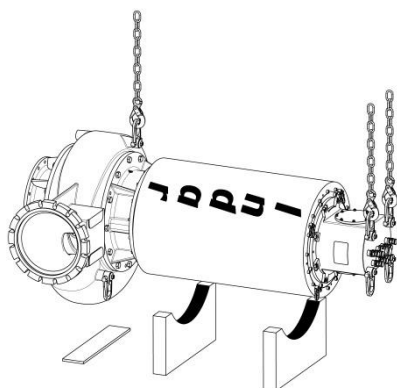

Рисунок 2: Транспортировка в горизонтальном положении.
2. Закрепите один из крюков крана за подъемную проушину или два рым-болта, установленные под 180° на распределительной коробке. Второй крюк закрепите в проушину на корпусе насоса. (см. рисунок 2).